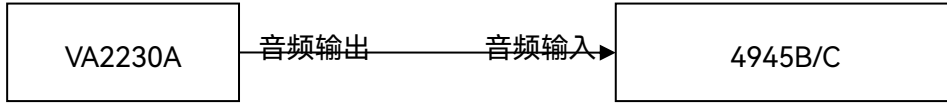
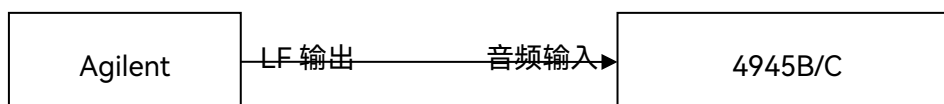

图 7.14 音频信号分析特性测试框图
图 7.15 音频信号分析特性测试框图
(1) 如图 7.14 连接测试仪器, 设置音频分析仪输出频率 1kHz, 幅度+14dBV (600Ω 内阻,等于高阻 10Vrms);设置 4945B/C 为音频分析模式, 音频滤波器 20kHz LPF, 高阻输入, 档位选择 30V~5V, 将电平测量值记入表格 A.1 相应空格处;
(2) 实测值在表格 A.1 所示范围内, 则最大输入电平合格。
- (1) 如图 7.14 连接测试仪器，设置音频分析仪输出频率 20kHz，幅度-40dBV（等于 20mVrms）；设置 4945B/C 为音频分析模式，音频滤波器 LPF 20kHz，高阻输入，电平测试档位选择 50mV 以下，将频率实测值记入表格 A.1 相应空格处；
- (2) 设置音频分析仪输出频率 20Hz，幅度+14dBV（等于 10Vrms），设置 4945B/C 音频滤波器 LPF 300Hz，电平测试档位选择 30V~5V，将频率实测值记入表格 A.1 相应空格处；
- (3) 频率实测值在表格 A.1 所示范围内，则音频信号分析频率计频率范围、输入电平范围合格；
- (4) 如图 7.15 连接测试仪器，设置信号发生器低频输出频率为 20Hz，幅度 100mVP，记录频率测量值 f_1 ；更改低频输出频率为 20.1Hz，记录频率测量值 f_2 ；
- (5) 计算 f_2-f_1 差值，若差值等于参考值，则音频信号分析频率计频率分辨率和精度合格。
- (1) 如图 7.14 连接测试仪器，设置音频分析仪输出频率 20Hz，幅度+14dBV（等于 10Vrms）；设置 4945B/C 为音频分析模式，音频滤波器 300Hz LPF，高阻输入，档位选择 30V~5V，将电平测量值记入表格 A.1 相应空格处；
- (2) 设置音频分析仪输出频率 20kHz，设置 4945B/C 音频滤波器 20kHz LPF，将电平测量值记入表格 A.1 相应空格处；
- (3) 实测值在表格 A.1 所示范围内，则音频信号分析电平计频率范围、输入电平范围、精度合格。
- (1) 如图 7.15 连接测试仪器, 设置信号发生器为低频输出, 双音模式, 频率 1 为 300Hz, 频率 2 为 600Hz, 音频 2 的幅度占比 50%, 输出电平 140mVP (100mVrms); 设置 4945B/C 为音频分析模式, 测量频率 300Hz, 滤波器 5kHz LPF, 输入档位 500mV~50mV, 将 SINAD 实测值记入表格 A.1 相应空格处;
- (2) 设置信号发生器为低频输出频率 1 为 5kHz, 频率 2 为 10kHz, 音频 2 的幅度占比 50%, 输出电平 5VP; 设置 4945B/C 测量频率 5kHz, 滤波器 20kHz LPF, 输入档位 30V~5V, 将 SINAD 实测值记入表格 A.1 相应空格处;
- (3) SINAD 实测值在表格 A.1 所示范围内, 则音频信号分析 SINAD 计频率范围、输入电平范围合格;
- (4) 设置信号发生器为低频输出频率 1 为 1kHz, 频率 2 为 2kHz, 音频 2 的幅度占比 50%, 输出电平 500mVP; 设置 4945B/C 测量频率 1kHz, 滤波器 300Hz~5kHz, 输入档位 500mV~50mV, 将 SINAD 实测值记入表格 A.1 相应空格处;
- (5) 更改信号发生器音频 2 的幅度占比 0.1%, 将 SINAD 实测值记入表格 A.1 相应空格处;
- (6) SINAD 实测值在表格 A.1 所示范围内, 则音频信号分析 SINAD 计测量范围及精度合格。
- (1) 如图 7.15 连接测试仪器，设置信号发生器为低频输出，双音模式，频率 1 为 300Hz，频率 2 为 600Hz，音频 2 的幅度占比 9%，输出电平 140mVP（100mVrms）；设置 4945B/C 为音频分析模式，测量频率 300Hz，滤波器 5kHz LPF，输入档位 500mV~50mV，将失真度实测值记入表格 A.1 相应空格处；
- (2) 设置信号发生器为低频输出频率 1 为 5kHz，频率 2 为 10kHz，音频 2 的幅度占比 9%，输出电平 5VP；设置 4945B/C 测量频率 5kHz，滤波器 20kHz LPF，输入档位 30V~5V，将失真度实测值记入表格 A.1 相应空格处；
- (3) 失真度实测值在表格 A.1 所示范围内，则音频信号分析失真度计频率范围、输入电平范围合格；
- (4) 设置信号发生器为低频输出频率 1 为 1kHz，频率 2 为 2kHz，音频 2 的幅度占比 0.1%，输出电平 800mVP；设置 4945B/C 测量频率 1kHz，滤波器 300Hz~5kHz，输入档位 500mV~50mV，将失真度实测值记入表格 A.1 相应空格处；
- (5) 更改信号发生器音频 2 的幅度占比 47.4%，将失真度实测值记入表格 A.1 相应空格
- (1) 如图 7.15 连接测试仪器, 设置信号发生器为低频输出, 频率 300Hz, 输出电平 1 为 140mVP (100mVrms); 设置 4945B/C 为音频分析模式, 信噪比测量模式为“噪声时锁定参考”, 测量自选频率 300Hz, 滤波器 5kHz LPF, 输入档位 500mV~50mV, 按“SNR 参考锁定”键; 更改信号发生器输出电平 2 为 280mVP (200mVrms); 将 SNR 测量值记入表格 A.1 相应空格处;
- (2) 设置信号发生器为低频输出频率 5kHz, 输出电平 1 为 2.5VP; 设置 4945B/C 为音